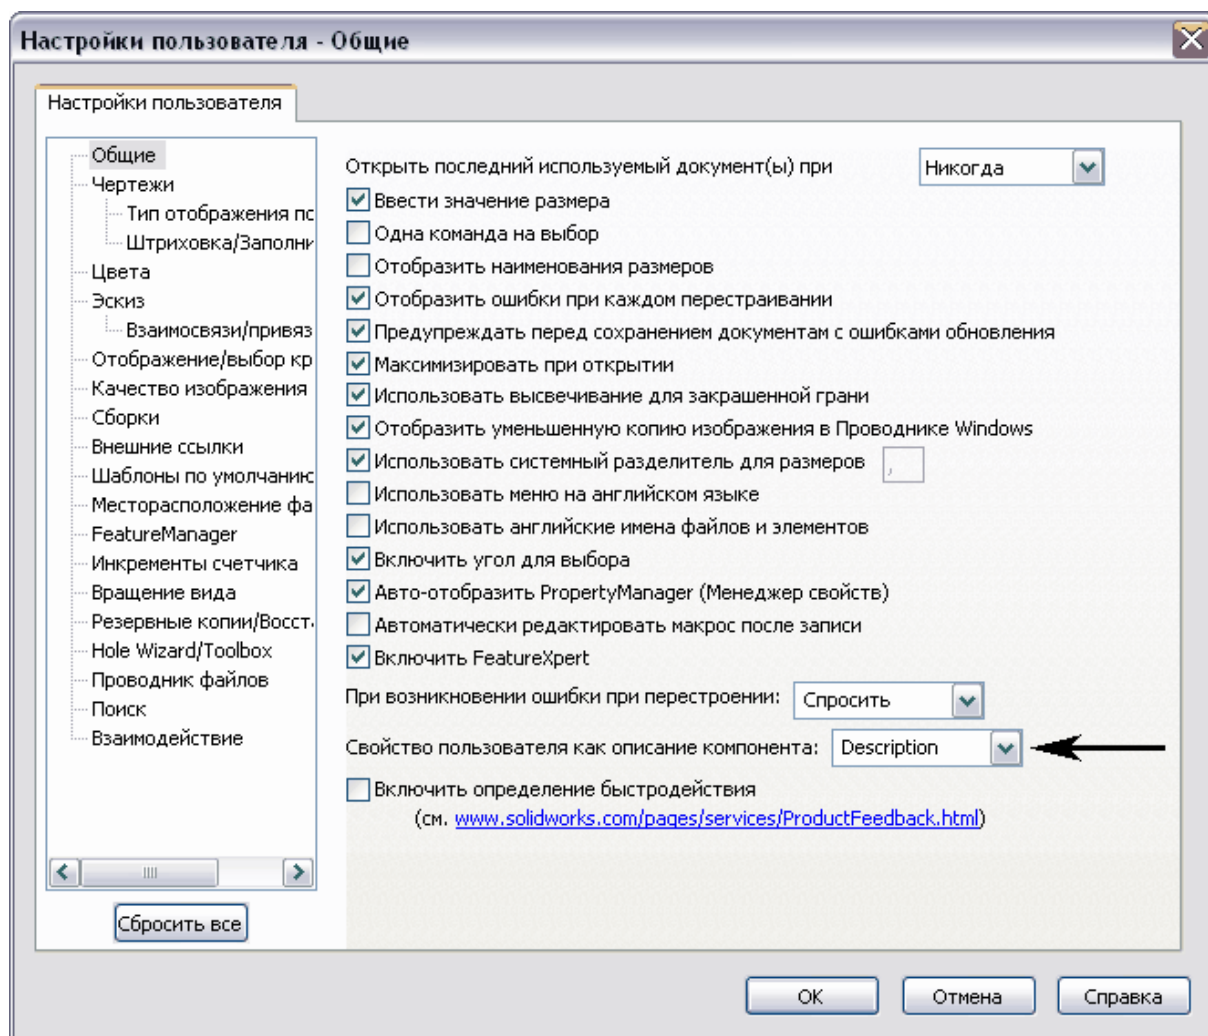

Рис. 9. Настройка поля, используемого в качестве наименования
2. На вкладке **Настройки пользователя** в разделе **Общие** установите параметр **Свойство пользователя как описание компонента** в значение «Description» (Рис. 9).